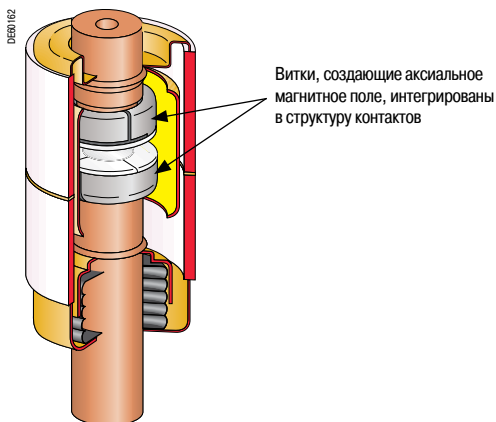

Рис. 5. Дугогасительная камера Evolis 20 кВ, HVX 6, 10 кВ с внутренними витками токопровода
- либо витками, интегрированными в структуру контактов (рис. 5), для уровня напряжения 20 кВ.